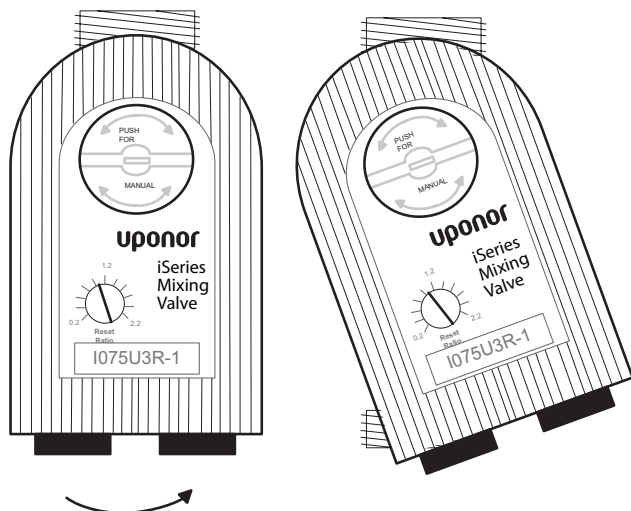

Figure 5 : Démontage de l'actionneur
2. Pour démonter l'actionneur avant le soudage, pivotez-le dans le sens contraire des aiguilles d'une montre d'environ 30 degrés et soulevez-le d'environ $\frac{3}{4}$ " (voir **Figure 5**).